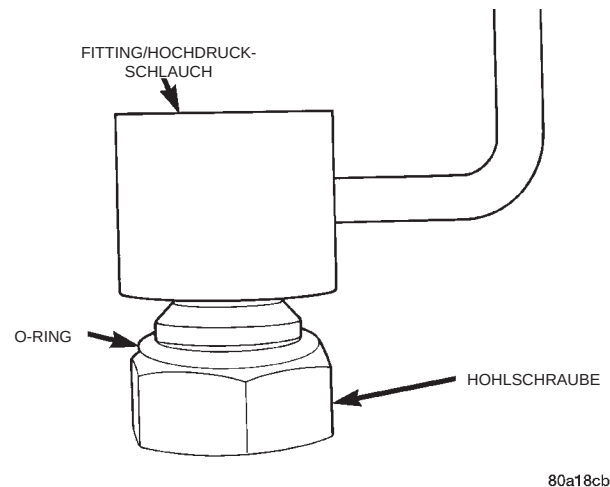

**Abb. 41 O-Ring in Hohlverschraubung montiert**
(6) Einen neuen O-Ring (Abb. 41) in die Hohlverschraubung einsetzen.